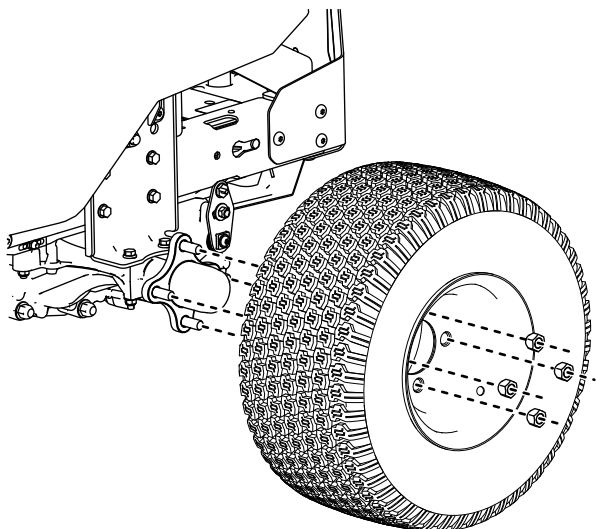

Bild 2
11. Entfernen Sie die Hinterräder, wie in **Bild 2** dargestellt.